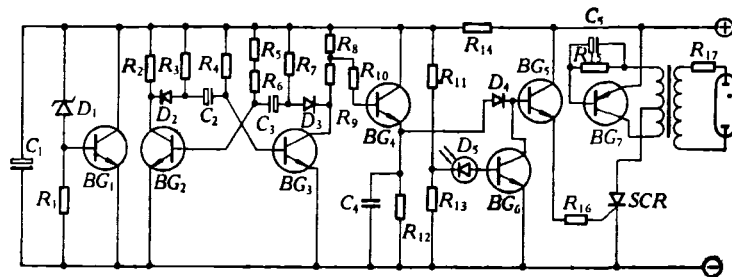

图10 半导体单闪灯原理图
(4) 电航标灯: 航标灯是夜航的标志,在我国漫长的海岸线上以及内河设置了数以万计的航标,以保证舰船的安全航行,以适应建立强大的海军及海上和内河运输的需要。图10是半导体单闪霓虹灯原理电路图,实际使用中还有双闪灯。这里以单闪灯为例主要说明一下光电控制部分所起的作用。